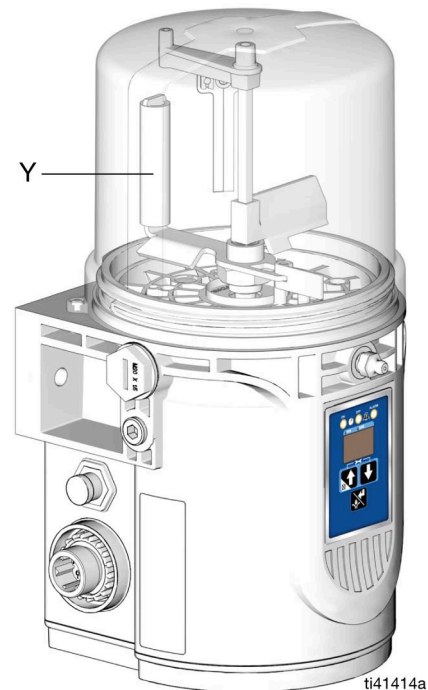

ABB. 21
1. Füllschlauch an die Zerk-Einlass-Füllverschraubung (E) (ABB. 21) anschließen.